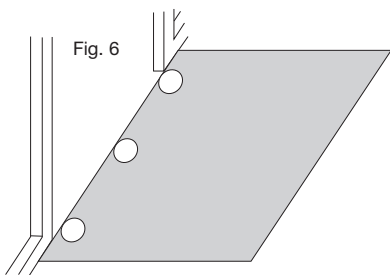

Fig. 6
a. Posizionare i marcatori biancome indicato nelle fig. 6, 7 e 7,1), definire la larghezza e la posizione della porta intera.